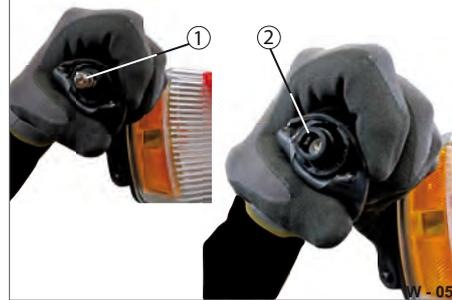

Abb. 60 Leuchtmittel wechseln
- ▶ Defektes Leuchtmittel (Abb. 60/1) ausdrehen.